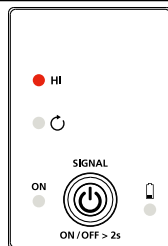

Figura 3.1d: Indicatore del trasmettitore che mostra il segnale in modalità HI
3. La modalità segnale HIGH si attiva in automatico quando si accende il trasmettitore. Il display apparirà come mostrato nella Figura 3.1d.